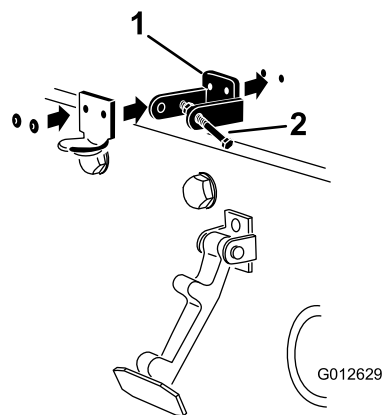

Рисунок 8
3. Выравнивая монтажные отверстия, поместите стопорный кронштейн стандарта ЕС и кронштейн защелки капота на капот. Стопорный кронштейн должен быть прижат к капоту (Рисунок 8). Не снимайте болт с гайкой в сборе с рычага стопорного кронштейна.
5. Прикрепите кронштейны и шайбы заклепками к капоту (Рисунок 8).